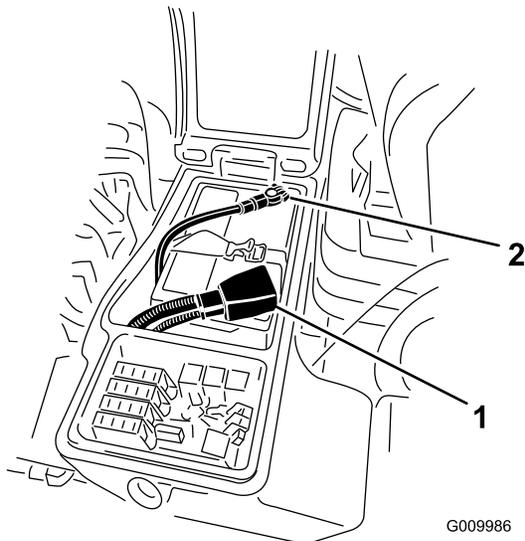

Figure 52
3. Débranchez le câble négatif (noir) de la borne négative (-), puis le câble positif (rouge) de la borne positive (+) de la batterie (Figure 52).
6. Raccordez le câble positif (rouge) de la batterie à la borne positive (+) et le câble négatif (noir) à la borne négative (-) (Figure 52).